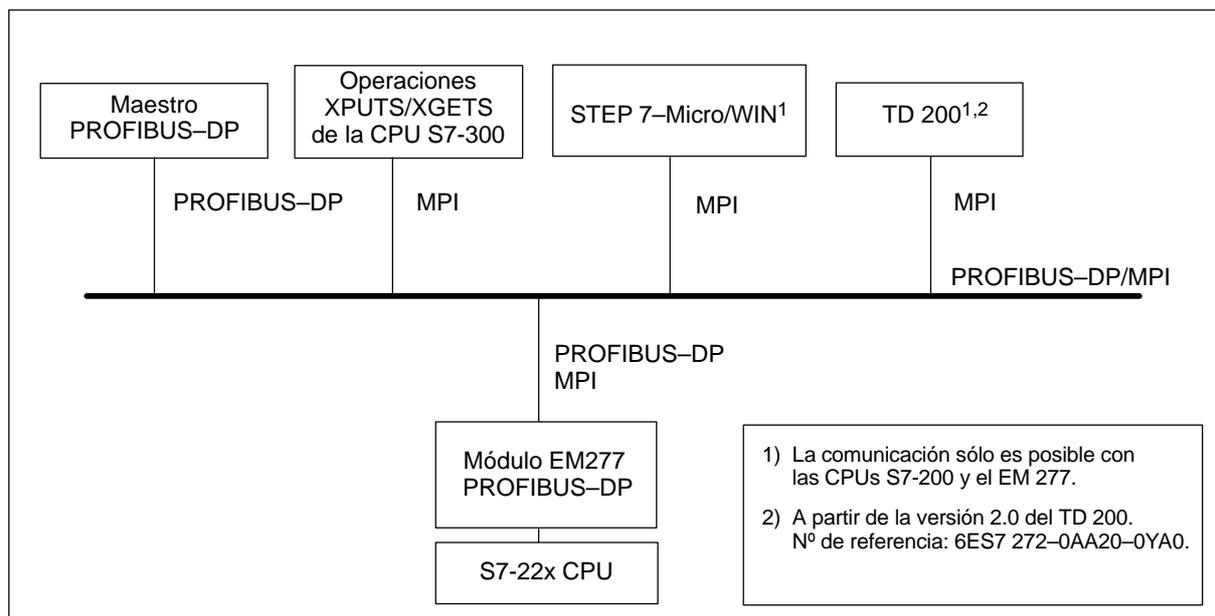

Figura A-31 Red PROFIBUS-DP/MPI
Además del maestro DP, es posible conectar seis equipos (como máximo) al módulo EM 277 PROFIBUS-DP. Una conexión se reserva para una unidad de programación (PG) y otra, para un panel de operador (OP). Las cuatro conexiones restantes pueden ser utilizadas por cualquier maestro MPI. Para que el módulo EM 277 PROFIBUS-DP se pueda comunicar con varios maestros, todos los maestros deberán utilizar una misma velocidad de transferencia. La figura A-31 muestra un ejemplo de una configuración de red.
La figura A-31 muestra un ejemplo de una red PROFIBUS-DP/MPI.